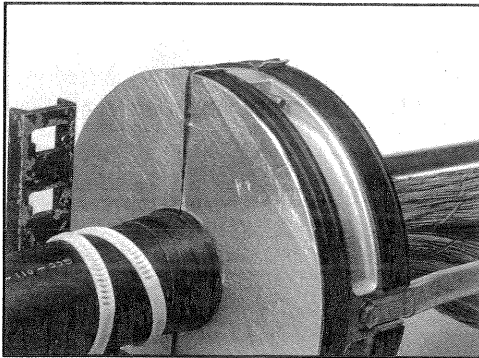

**FIGURA 17 - LA CINTA LOCK-TAPE SE SEPARA Y DOBLA HACIA ATRAS**
**7.16** Con la ayuda de una llave de trinquete junte completamente las mitades del disco lateral hasta que el exceso de cinta LOCK-TAPE se separe y doble hacia atrás tal como se observa en la Figura 17.